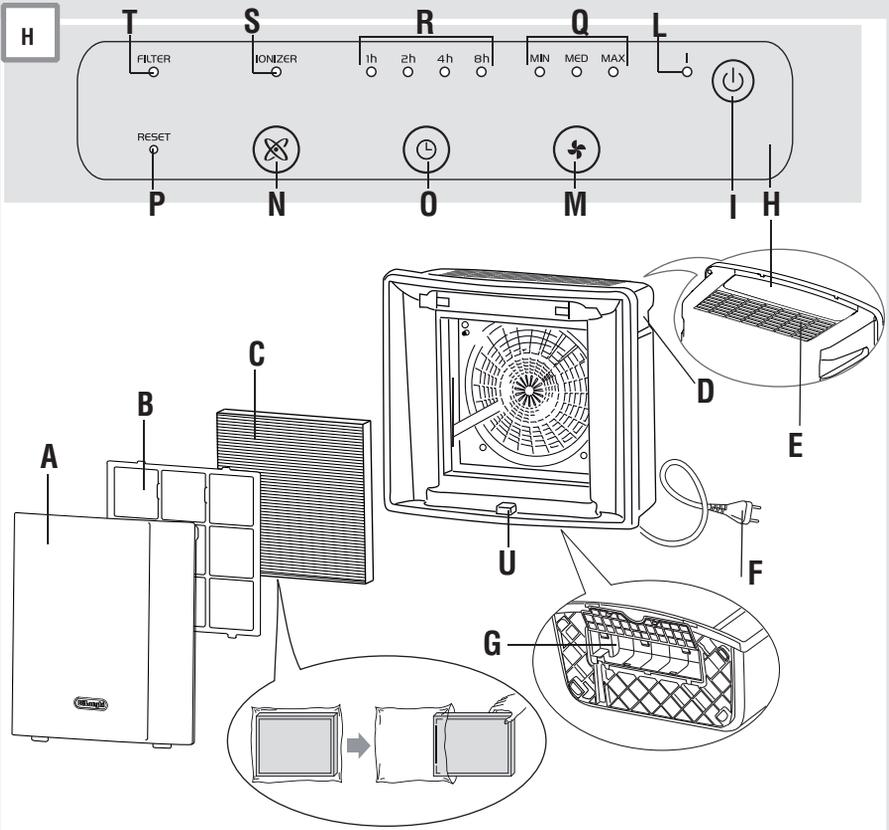

Fig. 2
- Rimuovere il filtro dal sacchetto come rappresentato in fig. 2, quindi, riposizionare i filtri nell'ordine seguente: filtro EPA E12 con la parte nera ai carboni attivi in appoggio all'apparecchio in modo da aderirvi, infine posizionare il prefiltro inserendolo nelle apposite sedi come rappresentato in figura 4.
- Accendere l'apparecchio toccando l'icona ON-OFF (I) il led (L) si illumina e l'apparecchio si attiva in automatico alla minima velocità.